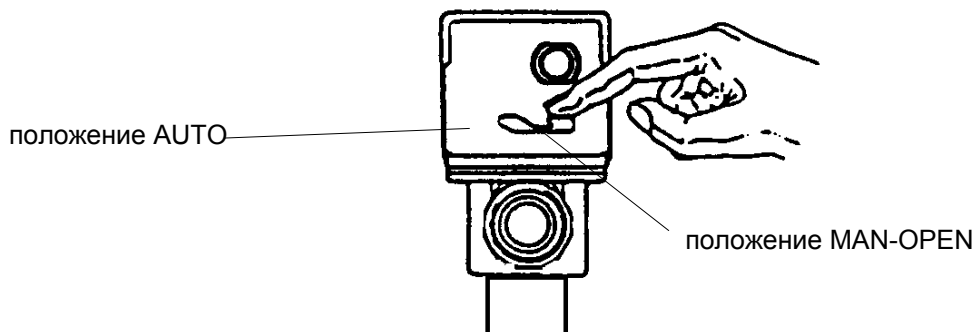

Рис. 22 Управление трехходовым клапаном Honeywell V4044F
15. После заполнения системы водой переключить рычажок управления трехходовым клапаном Honeywell V 4044F из положения MAN-OPEN в положение AUTO см.рис. 22 (если установлен бойлер для ТТВ).